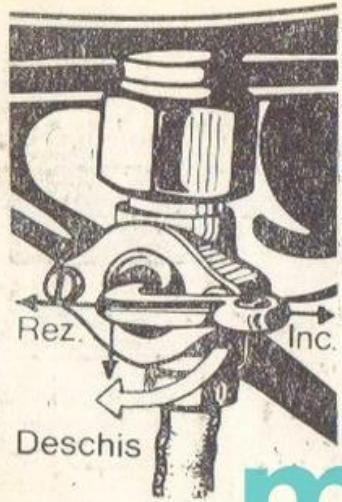

Fig. 3.
1. Rotiți mânerul robinetului de benzină (fig. 3) în poziția „deschis”.